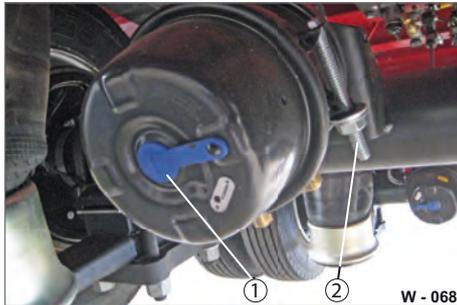

Abb. 53 Federspeicher-Membranzylinder
Die Löseschraube (Abb. 53/2) ist im Fahrzustand des Anhängers in einer hierfür vorgesehenen Lagerung befestigt.
Die Verschlusskappe (Abb. 53/1) schließt die Bohrung am Deckel des Federspeicher-Membranzylinders.
- ▶ Löseschraube am Membranzylinder in der hierfür vorgesehenen Lagerung (siehe Abb. 53) befestigen.
- ▶ Bohrung mit der Verschlusskappe (Abb. 53/2) schließen.